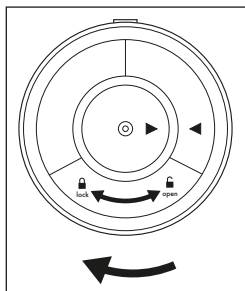

Abb. 2
7. Setzen Sie den Batteriefachverschluss **13** wieder ein. Drehen Sie den Batteriefachverschluss **13** im Uhrzeigersinn in Richtung **lock** , bis die beiden Markierungen   auf gleicher Höhe sind und der Batteriefachverschluss **13** hörbar einrastet (siehe Abb. 2).